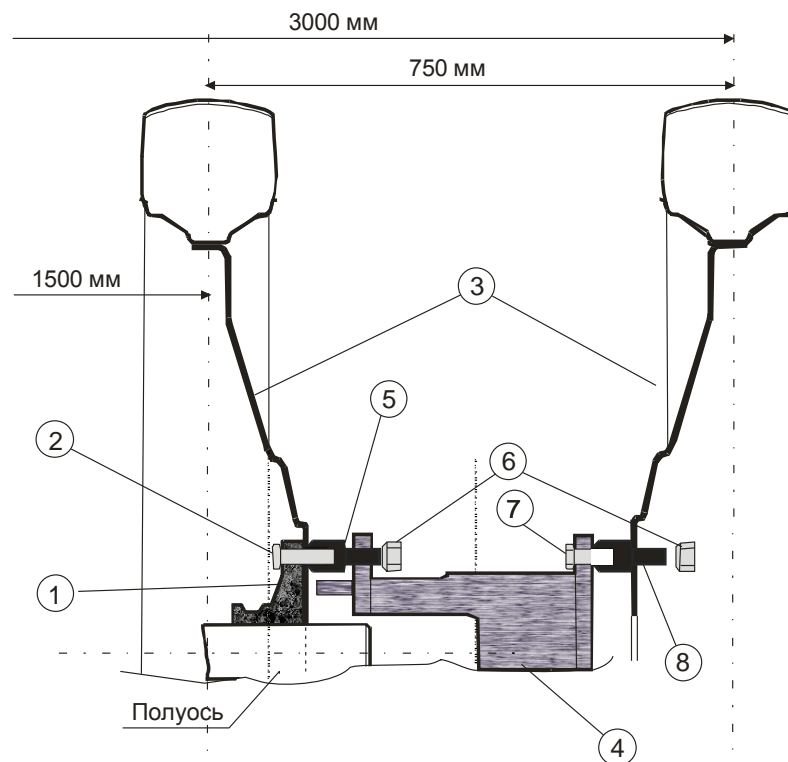

Рис.5. Схема установки задних колес на междурядье 750мм
- 6.5. На болты проставки 7 установить футорки, а на них внешнее колесо из комплекта в положении, соответствующему рис.5.